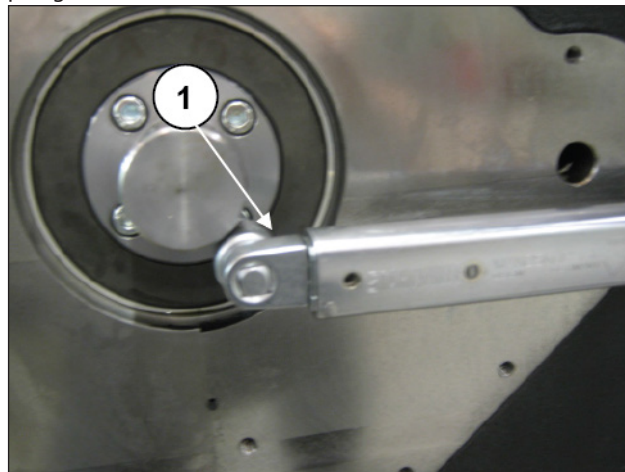

Fig. 123
Inserire in sede la linguetta sul codolo comando pompa olio (pos. ①, Fig. 123).